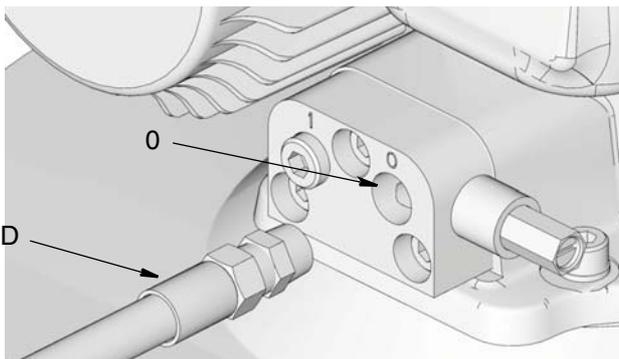

Рис. 61: Выпускной патрубок для смазочного материала
8. Подсоедините таймер / контроллер (F) (предоставляется пользователем, если используется).
9. Подсоедините линию подачи смазки под высоким давлением (D) к выпускному патрубку для смазочного материала (O) (Рис. 61) на воздуховыпускном клапане или коллекторе.